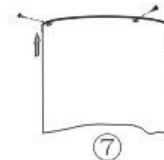

Рис. 14
8. Див. Рис. 14, за допомогою 6 гвинтів M4x10 і прокладки M4 закріпити весь корпус на дошці.